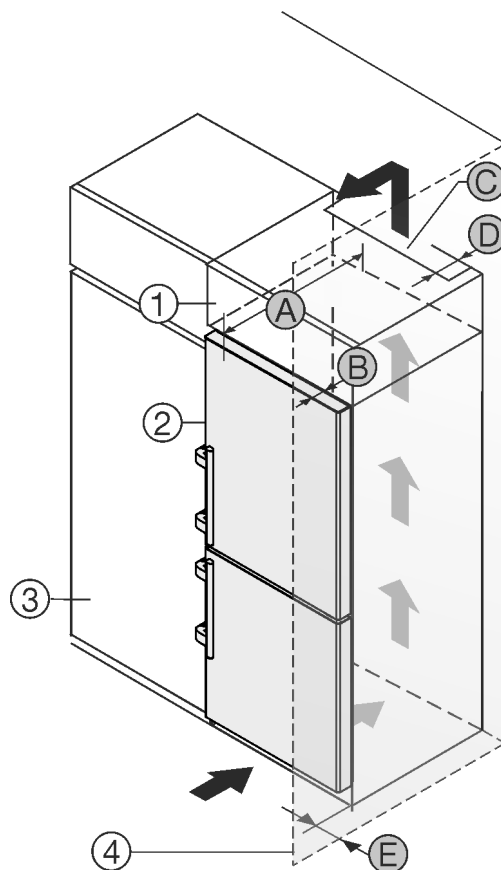

Fig. 2
- (1)** Rátétszekrény * **(B)** Ajtó mélysége *
(2) Készülék * **(C)** Szellőzés keresztmetszete *
(3) Konyhaszekrény * **(D)** Készülék hátsó oldalának távolsága *
(4) Fal * **(E)** Távolság a készülék oldalától *
- (A)** Készülék mélysége *
A készülék közvetlenül a konyhaszekrény *Fig. 2 (3)* mellé állítható.*
A rátétszekrény hátoldalán egy megadott mélységű *Fig. 2 (D)* szellőzőaknát kell kialakítani a rátétszekrény teljes szélességében.*
A mennyezett alatt be kell tartani a szellőző keresztmetszetet *Fig. 2 (C)*.*
Ha a készüléket a zsanérjaival a fal *Fig. 2 (4)* mellé állítja fel, legalább 57 mm távolságot kell tartani a faltól. Ez a fogantyú túlnyúlásának felel meg, amikor kinyitja az ajtót.*
Ahhoz, hogy az ajtót teljesen ki tudja nyitni, a készüléknek a konyhaszekrény elülső oldalához képest legalább az ajtó mélységének *Fig. 2 (B)* megfelelően ki kell állnia. A konyhaszekrények *Fig. 2 (3)* mélységétől és a fali távtartók használatától függően a készülék nagyobb mértékben is túllóghat előre felé.*